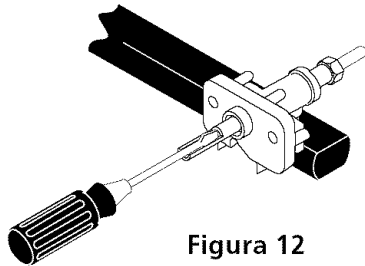

Figura 12
4. Ajuste bajo ("LO") para la válvula de los quemadores de superficie (Figura 12)